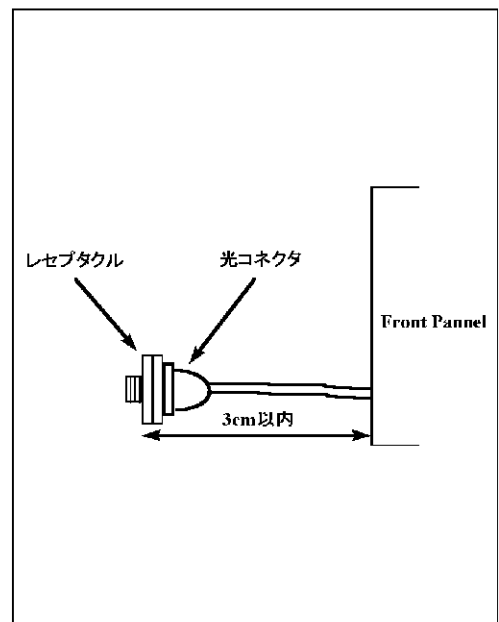

図 1-4 コネクタ清掃②
- (2) レセプタクルを 3cm ほど引き抜きます。(レセプタクルを無理に引き抜かないで下さい。光ファイバの破断の原因になります。)[図 1-4 参照]